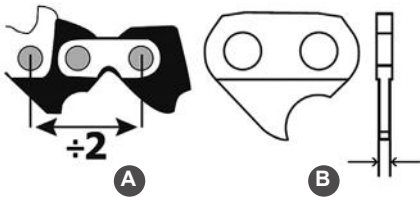

Рис. 6 Определение шага цепи и толщины ведущего звена
2. Определите производителя цепи, ее тип, вид режущего звена, шаг цепи (Рис. 6А) и толщину ведущего звена (Рис. 6В).